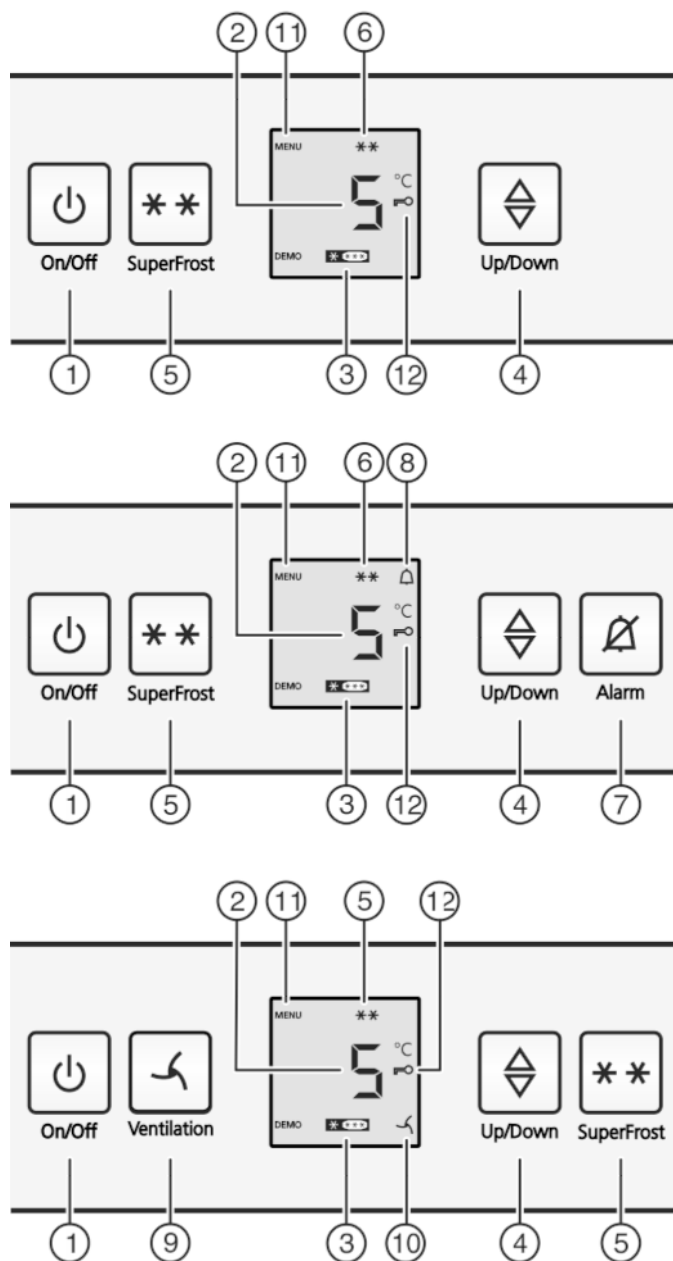

Fig. 2
- ▶ Stiskněte tlačítko On/Off *Fig. 2 (1)*.
- ▶ Zapnutí seřizovacího režimu: Stiskněte tlačítko SuperFrost *Fig. 2 (5)* asi na 5 sekund.
- ▷ Na displeji se zobrazí Symbol menu *Fig. 2 (11)*.
- ▶ Potvrďte krátce tlačítkem SuperFrost *Fig. 2 (5)*.
- ▷ Na displeji svítí Symbol dětské pojistky *Fig. 2 (12)*.
- ▶ Stiskněte krátce tlačítko On/Off *Fig. 2 (1)*.
- ▷ Symbol dětské pojistky *Fig. 2 (12)* zhasne.
- ▶ Stiskněte tlačítko Alarm *Fig. 2 (7)*.
Současně bliká ukazatel teploty a symbol Alarm *Fig. 2 (8)*.
Výstražný bzučák se vypne automaticky, symbol Alarm *Fig. 2 (8)* se vypne a ukazatel teploty přestane blikat, když je teplota zase dostatečně nízká.